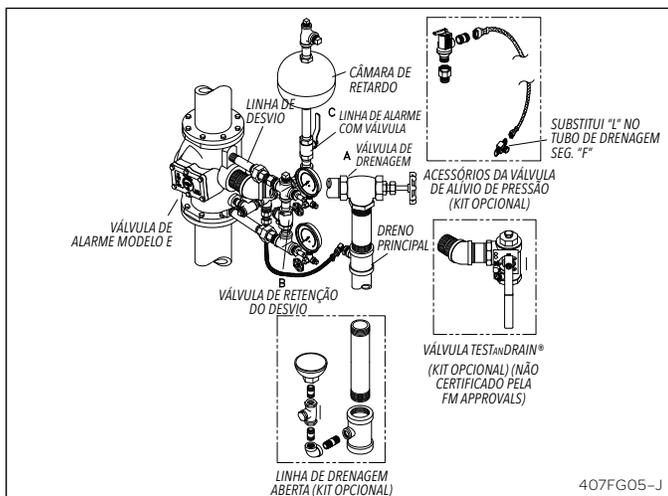

Fig. 7 – Acessório vertical E3
1. Abra a válvula (A), Fig. 7, para o dreno, o que deve remover todo o material solto da sede da válvula de alarme. Feche a válvula e verifique se o fluxo de água cessa.
- 3) Recoloque a tampa (2), certificando-se de que a junta da tampa (11) esteja em posição e que os parafusos e porcas estejam apertados.
- 4) Feche a válvula de drenagem (A), Fig. 7. Abra lentamente a válvula de controle principal. Certifique-se de que a válvula (C) e a válvula de controle principal estejam na posição ABERTA.
Alarmes falsos são geralmente causados por surtos de pressão no suprimento de água e podem ocorrer quando o sistema perde seu excesso de pressão efetivo (vide "Operação"). Leituras semelhantes nos manômetros do sistema e de suprimento constituem uma indicação visual de que a condição de excesso de pressão foi perdida. Um ou mais dos aspectos a seguir contribuem para esta perda de pressão: vazamento das válvulas de drenagem do sistema, vazamento no assento de válvula de alarme (3), Fig. 6), vazamento entre a portinhola (4) e o revestimento (5), ou vazamento na válvula de retenção do desvio (B), Fig. 7.